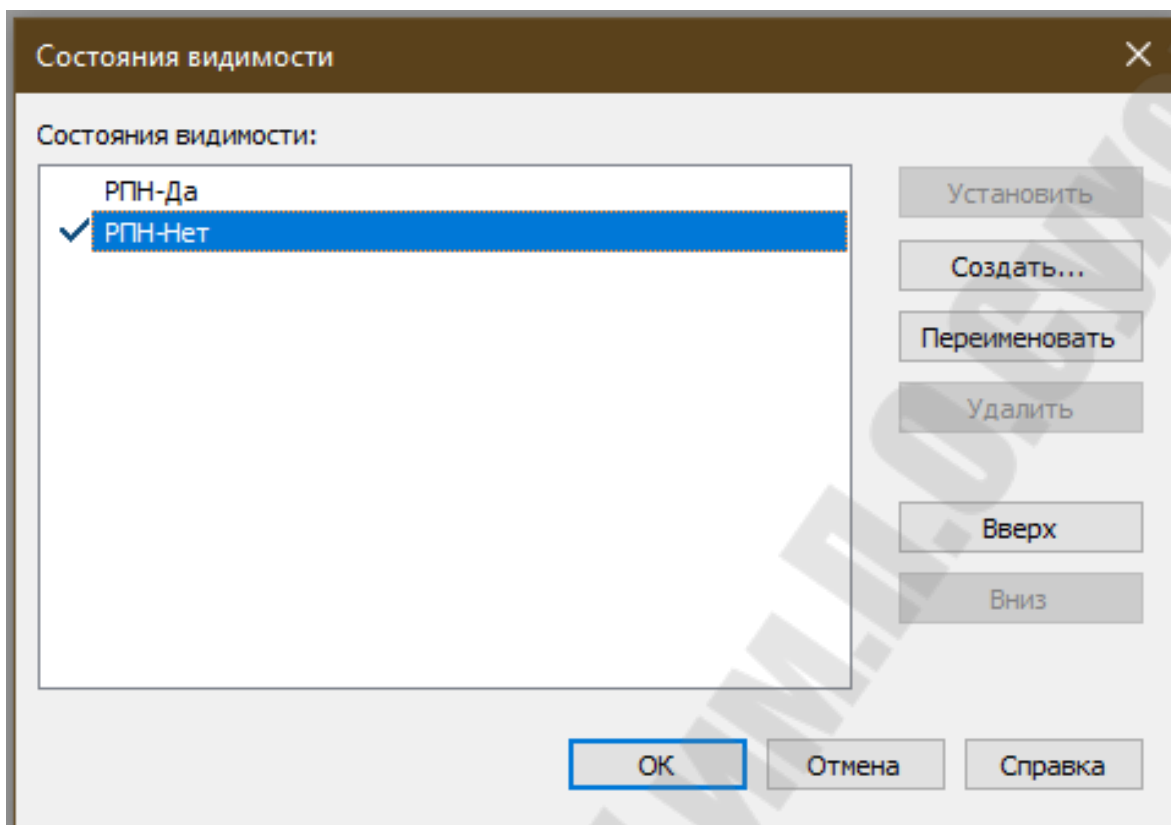

Рис. 3.252 Обновленный список состояний видимости
6. В окне *Состояние видимости* отображается обновленный список состояний видимости (рисунок 3.252). Так как создание новых или переименование имеющихся состояний не требуется, нажимаем **Ок**.